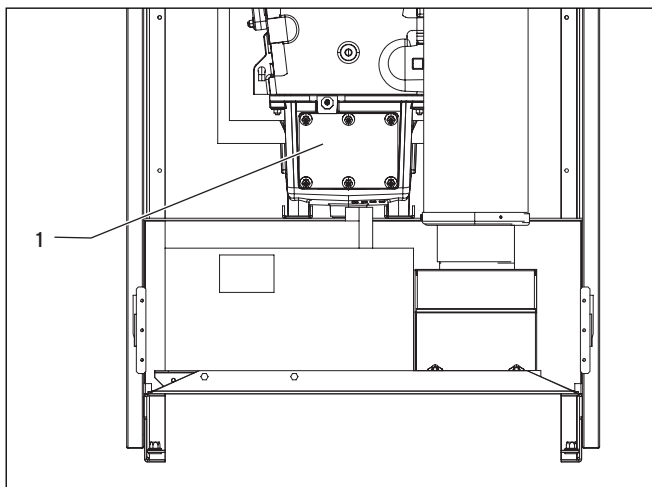

Fig. 8.1 Curățarea colectorului de apă de condens
- Deșurubați capacul gurii de vizitare (1, Fig. 8.1).